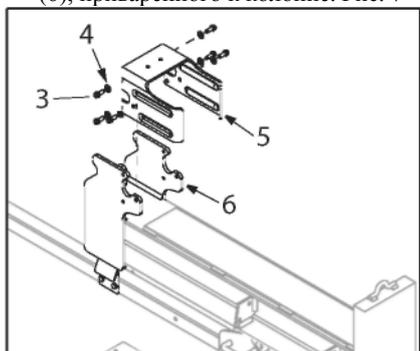

Рис. 7
- Отсоедините стриппер (5), сняв 6 болтов (3) и шайбы (4) с крепления (6), приваренного к колонне. Рис. 7
- Установите стриппер (5) над блоком клина и зафиксируйте его в приваренном креплении с помощью болтов и др. аналогичных мелких деталей, снятых ранее (см. Рис. 7). Рис. 9б